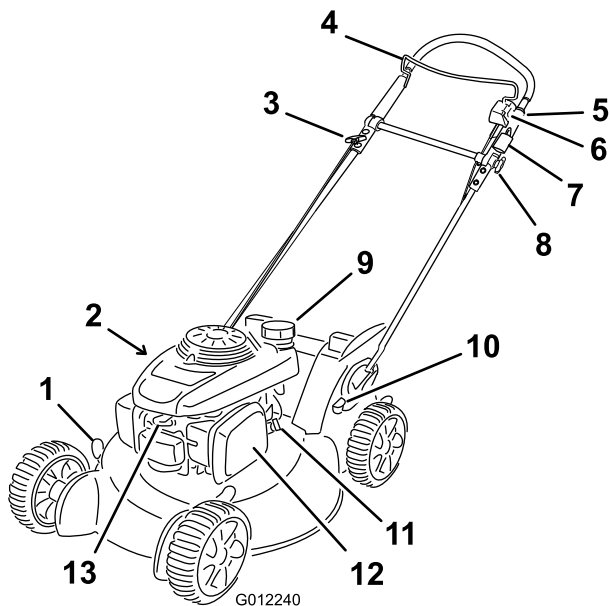

Figuur 11
Opmerking: Schuif de grasvanger niet over de handgreep (Figuur 11).
1. Schuif de grasvanger over het frame; zie Figuur 11.